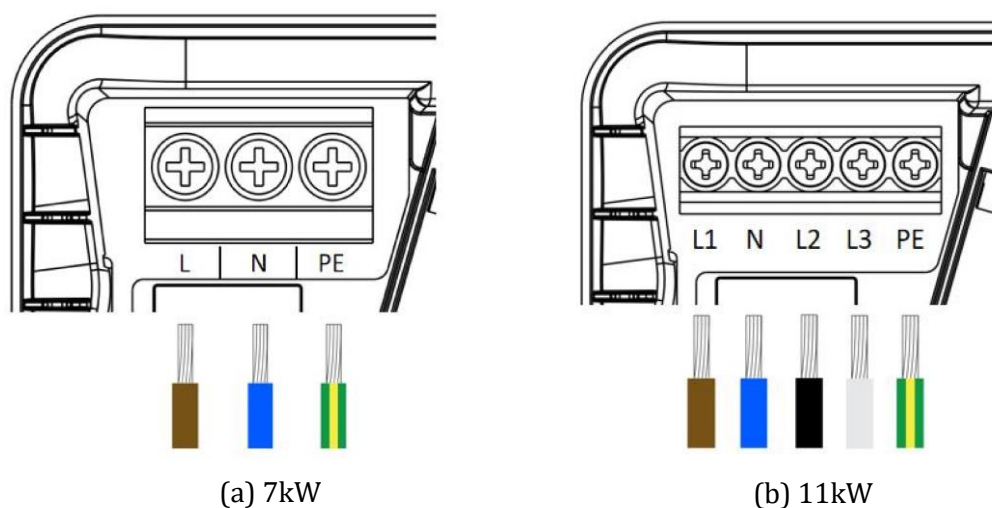

Figura 4-13. Pelado de cables
(5) Si el cable de alimentación es de conductores flexibles, se recomienda utilizar casquillos en los hilos trenzados. Utilice las herramientas adecuadas para prensarlos. El modo de conexión de 7kW y 11kW es el que se muestra en la Figura 4-13.